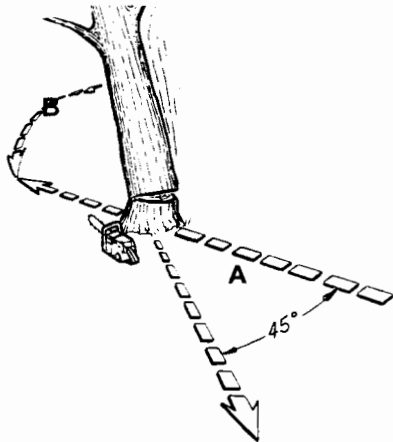

Fig. 12
**AVERTISSEMENT:** Il est nécessaire de prévoir une retraite (A) sûre, libre de tout obstacle avant d'entreprendre la coupe de l'arbre. Le chemin de dégagement devrait être situé à l'arrière et en diagonale de la direction de chute prévue; voir Fig. 12.
**REMARQUE:** L'entaille d'abattage contrôle la direction de la chute (B). Avant toute entaille, prendre en considération l'emplacement des grosses branches et l'inclinaison naturelle de l'arbre pour déterminer la direction de la chute de l'arbre.
**AVERTISSEMENT:** Lorsque le trait d'abattage se rapproche de la charnière, l'arbre devrait commencer à tomber. A ce moment, enlever la tronçonneuse de la coupe, arrêter le moteur, déposer la tronçonneuse, et quitter les lieux, utilisant votre voie de retraite (Fig. 12).